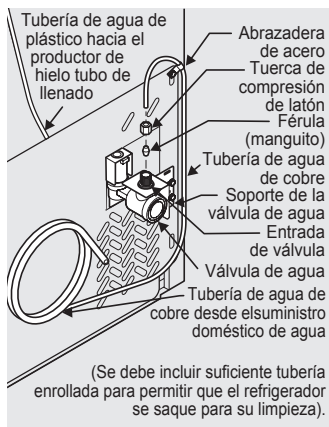

figura 1
4. Si usa **tuberías de cobre**: Deslice la tuerca de compresión de bronce y luego, la férula (manguito) en la tubería de suministro de agua. Empuje la tubería de suministro de agua hacia el interior de la entrada de la válvula de agua lo más posible (1/4 de pulgada o 6,4 mm). Deslice la férula (manguito) en la entrada de la válvula y apriete manualmente la tuerca de compresión en la válvula. Ajuste otra media vuelta con una llave; NO apriete en exceso. Consulte la Figura 1.